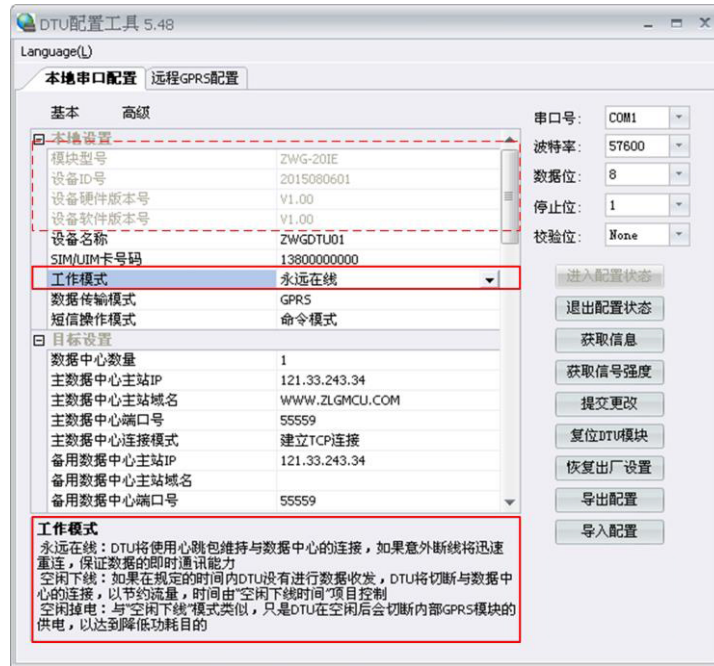

图 3.3 配置界面
2. 单击【获取信息】，界面出现设备当前的配置信息，如图 3.3 所示，用户根据实际更改各个配置；